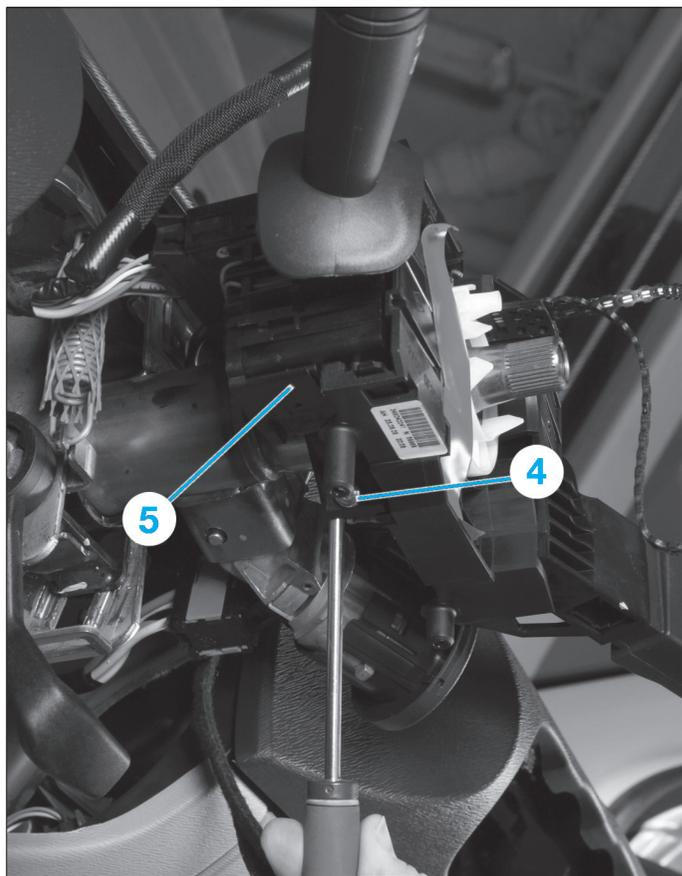

Fig. 5
- Déposer l'ensemble des commandes sous volant (Fig.5) :